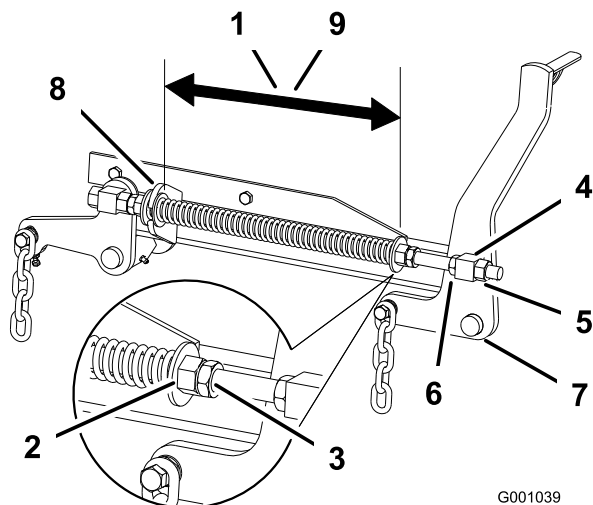

Figura 77
2. Compruebe la distancia entre las dos arandelas grandes, que debe ser de 26,7 cm (10-1/2 pulgadas) para plataformas de cortacésped de 60 pulgadas, o 29,2 cm (11-1/2 pulgadas) para plataformas de cortacésped de 72 pulgadas (Figura 77).
3. Ajuste esta distancia aflojando la contratuerca elástica y girando la tuerca que está delante de cada muelle (Figura 77). Gire la tuerca en el sentido de las agujas del reloj para acortar el muelle y en el sentido contrario a las agujas del reloj para alargar el muelle.
4. Fije la tuerca en la posición deseada apretando la contratuerca elástica (Figura 77).